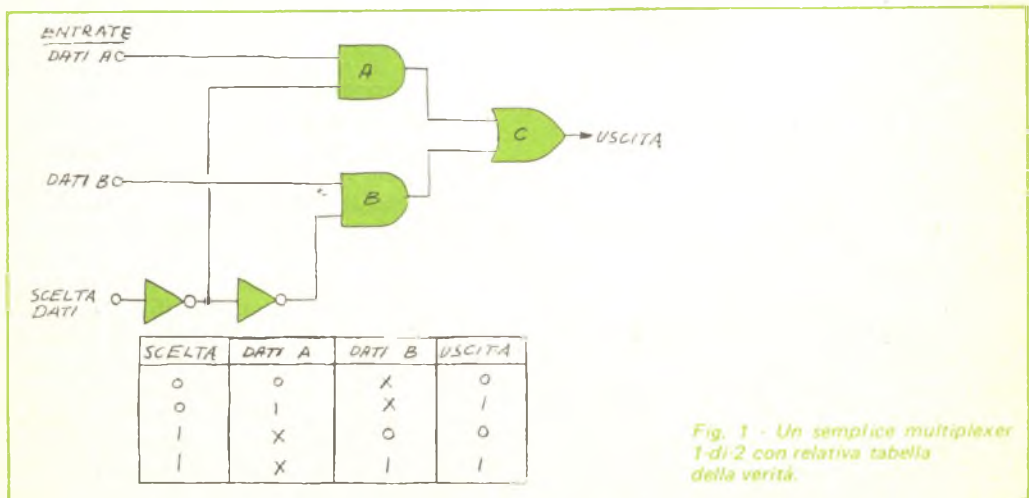

Fig. 1 - Un semplice multiplexer 1-di-2 con relativa tabella della verità.
Fig. 1 - L'audiogramma normale mostra come la sensazione auditiva ricevuta varia con la frequenza anche se l'intensità del segnale di prova rimane costante entro tutto il campo.
Diversi studiosi di acustica hanno condotto ricerche sperimentali su questo effetto; i più conosciuti fra questi sono Fletcher e Munson, due scienziati che hanno lavorato presso i Laboratori Bell Telephone, i risultati delle cui ricerche sono stati pubblicati agli inizi degli anni '30. Dopo di loro altri studiosi hanno messo a punto famiglie differenti di curve per mettere in relazione il livello soggettivo della sensazione acustica ricevuta alle diverse frequenze con il volume dello stimolo sonoro. Le curve di Fletcher e Munson (che costituiscono l'audiogramma normale), indicate come curve di livello isofoniche, sono visibili nella *fig. 1*. Come si avrà occasione di osservare in seguito la validità, o la mancanza di validità, presentata da queste curve, rispetto ai risultati ottenuti in esperimenti condotti successivamente, ha poco rilievo sull'argomento ora in questione. Le curve forniscono i valori di pressione acustica necessari alle diverse frequenze per produrre in un ascoltatore la stessa intensità di sensazione sonora prodotta da un suono alla frequenza di 1.000 Hz che abbia il livello di pressione indicato.
Un semplice multiplexer 1-di-2 - La *fig. 1* mostra un semplice MUX a due entrate con una sola entrata di scelta dati. Il circuito viene denominato multiplexer 1-di-2 perché una delle due entrate è incanalata all'uscita ad un certo momento, a seconda dello stato dell'entrata di scelta dati. La configurazione dei bit binari all'entrata scelta dati viene definita "indirizzo", perché ciascuna combinazione possibile di bit di scelta dati (in questo caso 0 e 1) sceglie una e soltanto
Si supponga che l'entrata scelta dati sia allo 0 logico; ciò significa che una delle entrate della porta AND A è un 1 logico. La porta può poi fornire un'uscita alta o bassa a seconda dello stato dell'entrata Dati A. Contemporaneamente, una delle entrate della porta AND B è bassa, cosicché la sua uscita sarà bassa qualunque sia lo stato logico che appare alla sua seconda entrata (Dati B). Se l'entrata Dati A è bassa, entrambe le porte AND avranno un'uscita bassa; se invece l'entrata Dati A è alta, l'uscita della porta AND A sarà alta. La porta OR (C) risponderà ad entrambe le condizioni con un'uscita, rispettivamente, bassa o alta. Per rendere più chiara questa spiegazione, nella *fig. 1* è riportata la tabella della verità per il MUX 1-di-2; in tal modo chiunque può decifrare personalmente il funzionamento del circuito.
Multiplexer perfezionati - Il semplice multiplexer rappresentato nella *fig. 1* illustra il